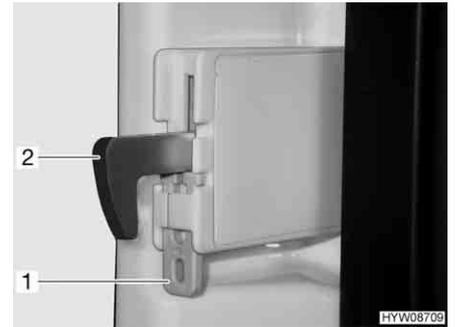

Bild 159 Fixierung (Verriegelungshaken)
- Die Fixierung (Bild 159,1) nach oben drücken. Der Verriegelungshaken (Bild 159,2) wird nach oben gedrückt und ist außer Funktion.
- Den Verriegelungshaken (Bild 159,2) nach unten drücken. Der Verriegelungshaken ist wieder in Funktion.